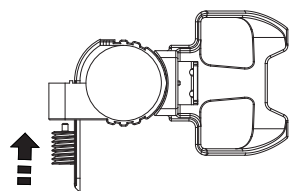

fig.9
3. プラスチックネジをネジ穴に差し込み、しっかりと固定されるまで 4mm の六角レンチを使用して締め込みます。(fig.9)